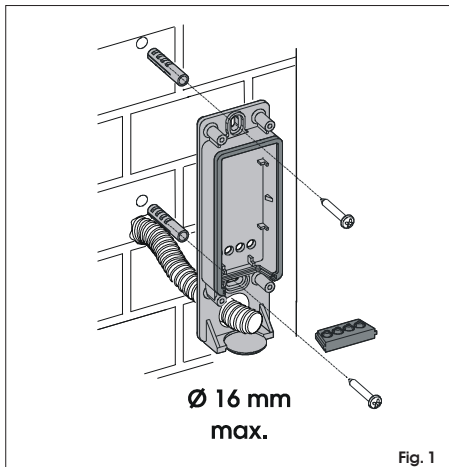

Fig. 1
- 1- A parete con tubo ad incasso (fig.1).
- 1- Wall with embedded tube (fig.1).